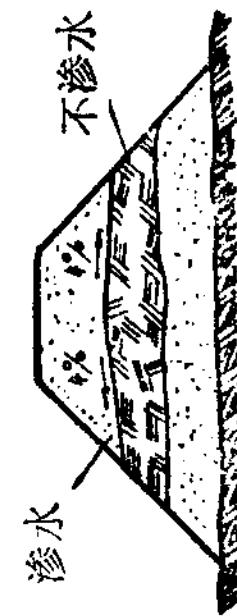

图 4
2. 使用几种不同的土壤填筑路堤时，必须分开填筑。当渗水土填在非渗水土之上时，则非渗水土表面应做成向两侧有不小于4%的坡度（图4）；如非渗水土填在渗水土之上时，则接触面可做成平面。不得在渗水土填筑的路堤边坡上包填渗水性弱的土（沙漠地区除外），或将各种土乱填乱堆。